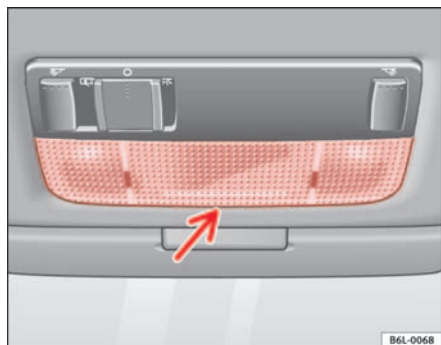

Fig. 159 Luz de lectura delantera
- Introduzca un destornillador fino por su parte plana entre la carcasa y el cristal ⇒ fig. 159.